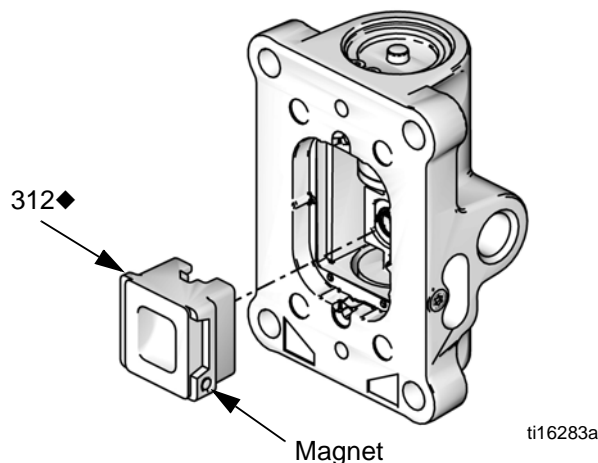

FIG. 11. Installation av luftventilskopp
7. Installera fjädern (311♦). Smörj och installera luftventilskoppen (312♦), se FIG. 11. Passa in den lilla runda magneten med luftinloppet.